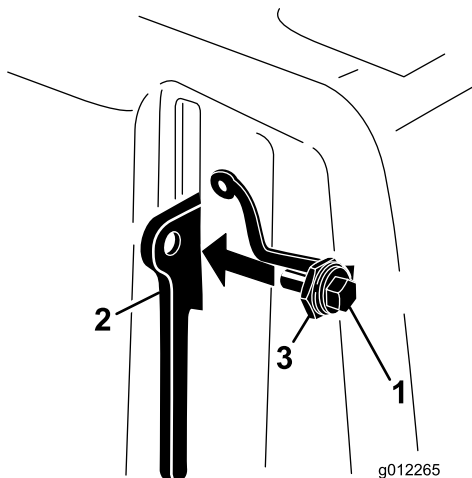

Figura 11
- Aperte o parafuso na alavanca de bloqueio da cobertura da correia (Figura 11).